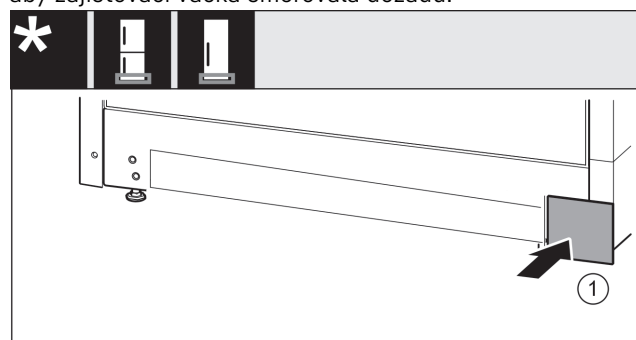

Fig. 18
- Kryt Fig. 18 (1) opět nasad'te na druhé straně.